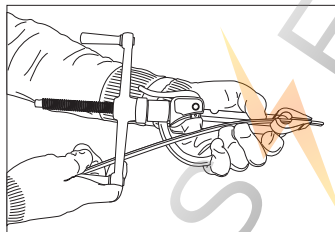
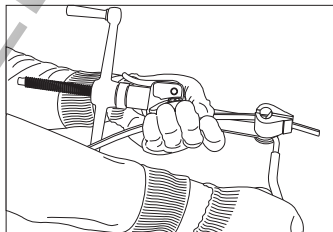

Рисунок 2
Рисунок 3
3.1 Отрежьте необходимое количество стальной ленты. Для этого можно воспользоваться встроенным в инструмент режущим устройством, для чего необходимо движущуюся рукоятку, расположенную возле приёмного паза прижать к корпусу, затем поместить стальную ленту в отрезное устройство (рисунок 2) и путём отжима рукоятки ножа от корпуса инструмента отрезать стальную ленту (рисунок 3).